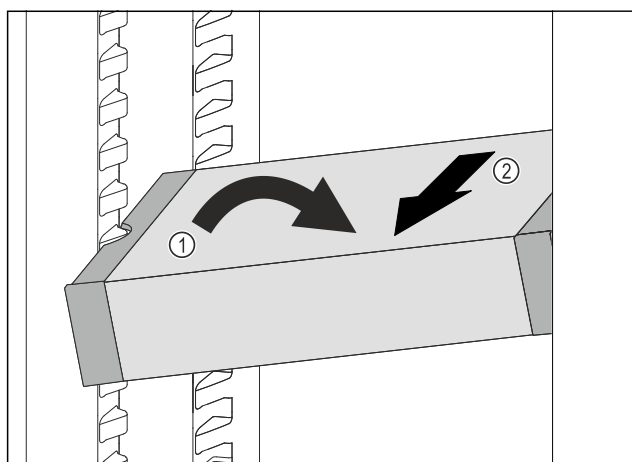

Fig. 106
- ▶ VarioSafe postavte v chladničce šikmo. Fig. 106 (1)
- ▶ VarioSafe odeberte směrem dopředu. Fig. 106 (2)